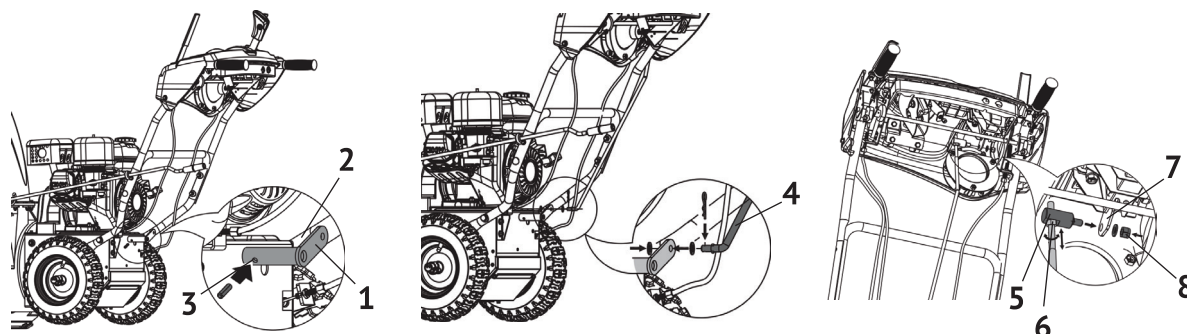

рис.4
- совместив отверстия уголка переключателя (рис.4 поз.1) с вилочным кронштейном
(рис.4 поз.2), соединить их цилиндрическим штифтом (рис.4 поз.3), как показано на рис.4;
- вставив конец тяги (рис.4 поз.4) в отверстие уголка, закрепите его с помощью двух плоских шайб, штифта с головкой и отверстием под шплинт, как показано на рис.4;
- ослабьте контргайку (рис.4 поз.6) под цапфой (рис.4 поз.5), и поднимая её вдоль тяги, вставьте в отверстие рычага переключения скоростей (рис.4 поз.7);
- закрепите цапфу гайкой (рис.4 поз.8) с шайбой и затяните контргайку, как показано на рис.4.